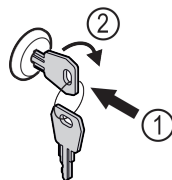

Fig. 170
- Inserire la chiave. Fig. 170 (1)
- Ruotare la chiave di 90° in senso orario. Fig. 170 (2)